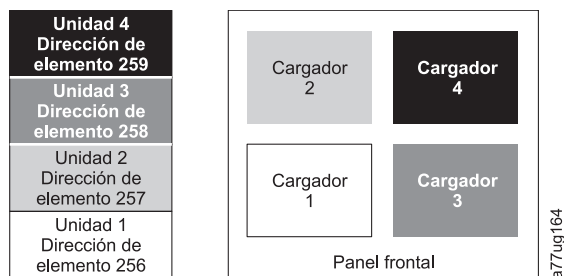

Figura 164. Configuración de un sistema con cuatro particiones
- Biblioteca lógica 1: ranura 1 a través de 23 4096 (0x1000) a través de 4118 (0x1016), como se muestra en Figura 164 en la página 218
Cuando está configurada con cuatro particiones lógicas, las asignaciones de dirección de los elementos serán las siguientes: las asignaciones DTE serán las que se muestran en Figura 164.